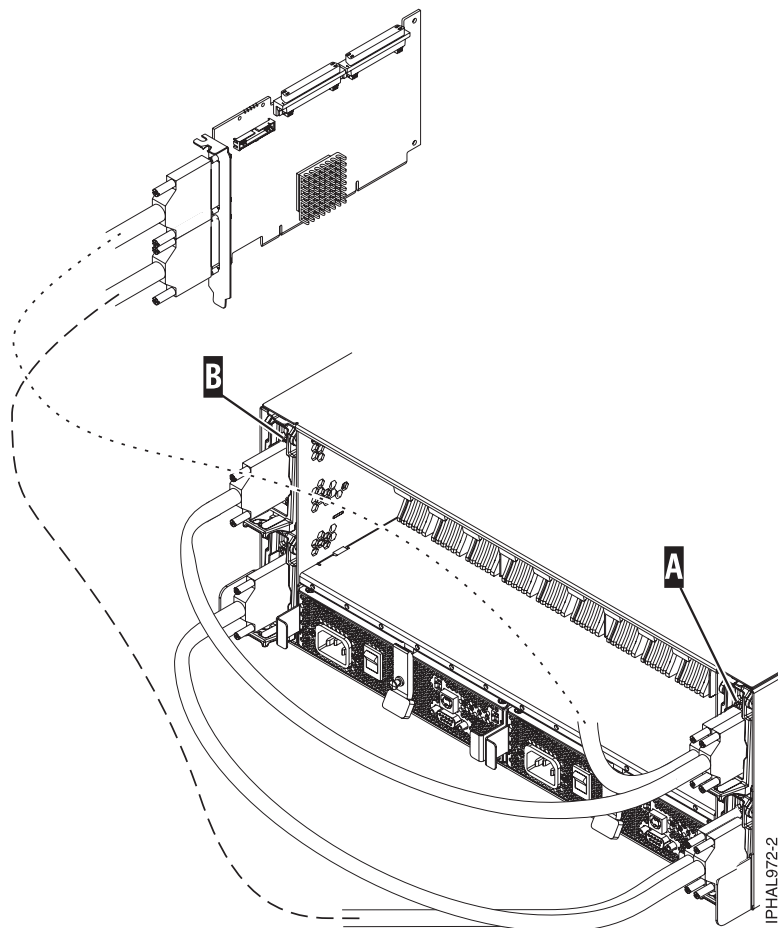

Figure 19. Câble SCSI reliant la carte répéteur double à la carte répéteur simple
- Si vous utilisez à la fois des cartes répéteurs simples et doubles, branchez un câble SCSI à la carte répéteur double A. Branchez ensuite la carte répéteur double A à la carte répéteur simple B en utilisant un autre câble SCSI. Pour plus d'informations, voir figure 19, à la page 43.